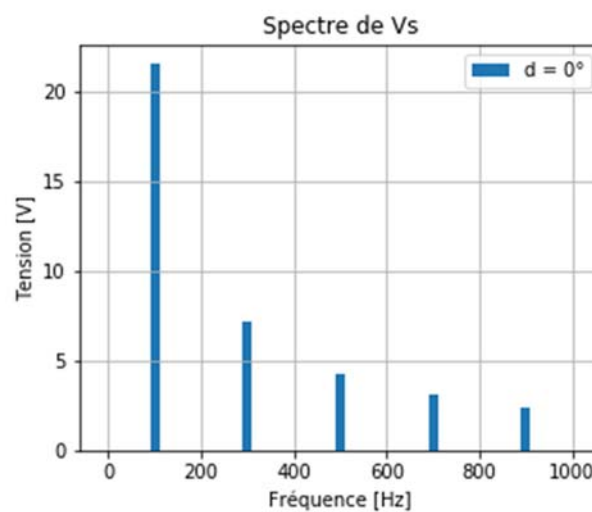

Figure 2 : Exemple d'affichage du spectre du  $v_s$
2. Les composantes du spectre de  $v_s$  ont pour expression  $V_n = \frac{2\sqrt{2}E}{n\pi} \cdot \cos\left(n\frac{d}{2}\right)$  si  $n$  est impair, et 0 si  $n$  est pair (en valeur efficace). Ecrire un programme qui permet de tracer le spectre de  $v_s$  pour  $0 \leq n \leq 10$ . La Figure 2 montre le genre d'affichage que le programme doit faire.